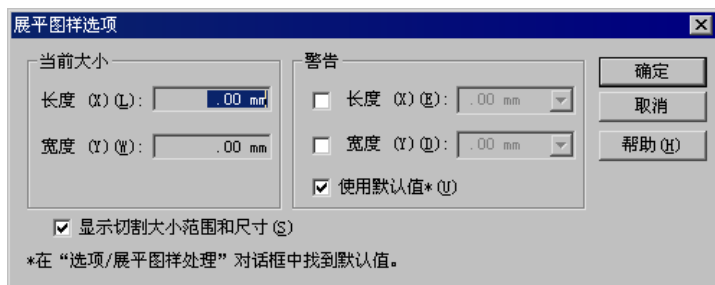

图 6.3.4 “展平图样选项”对话框
-  按钮: 单击此按钮, 系统弹出图 6.3.4 所示的“展平图样选项”对话框。此对话框用于设置展平图样展平时的长度及宽度, 如果实际大小超过此设置的参数值, 系统会在“路径查找器”中展平图样图标前显示警告图标。